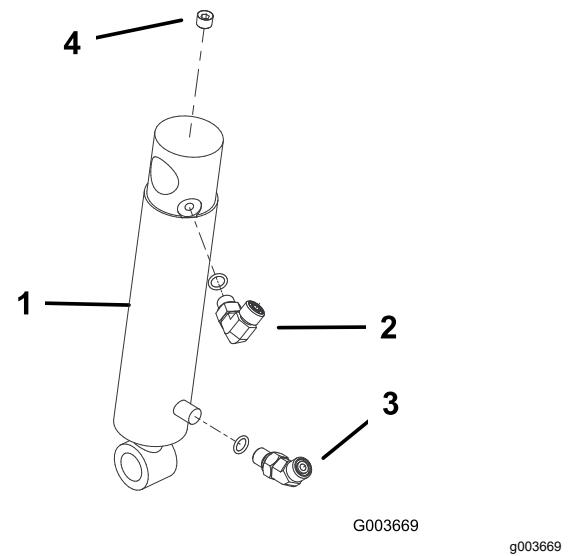

Figure 17
- Vissez un raccord à 90° dans l'orifice supérieur du vérin hydraulique. Positionnez le raccord comme montré à la Figure 17.
- Vissez un raccord à 45° dans l'orifice inférieur du vérin hydraulique. Positionnez le raccord comme montré à la Figure 17.